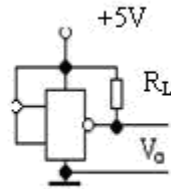

图 9-3 输出低电平测试
- 按输出低电平测试电路图 9-3 所示，进行输出低电平的测试；